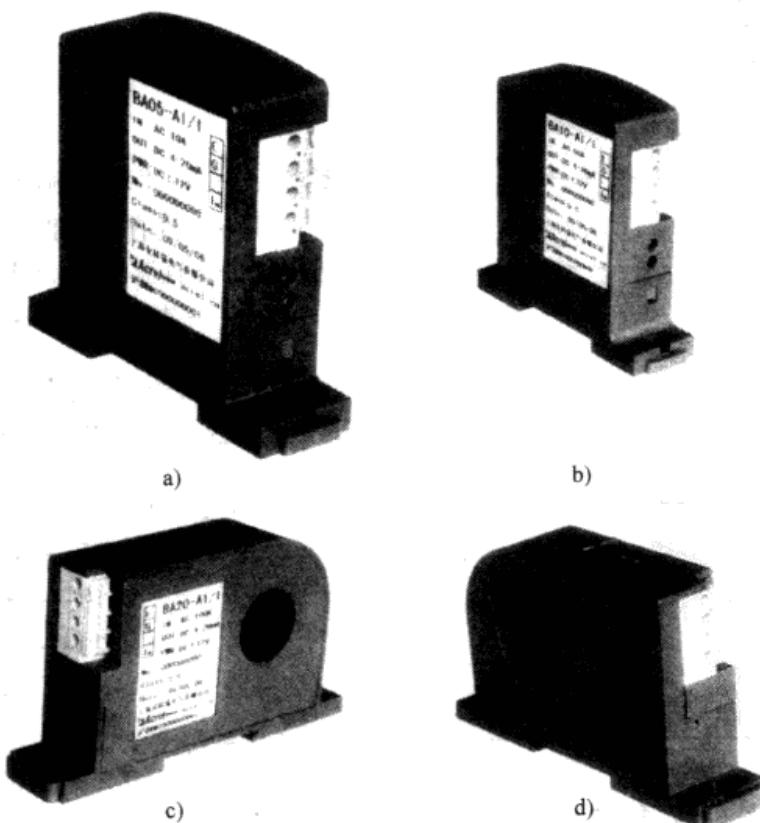

图 210 BA 系列交流电流传感器
(1) 型号说明
(2) 技术参数 (表 92)
(3) 外形 (见图 210)